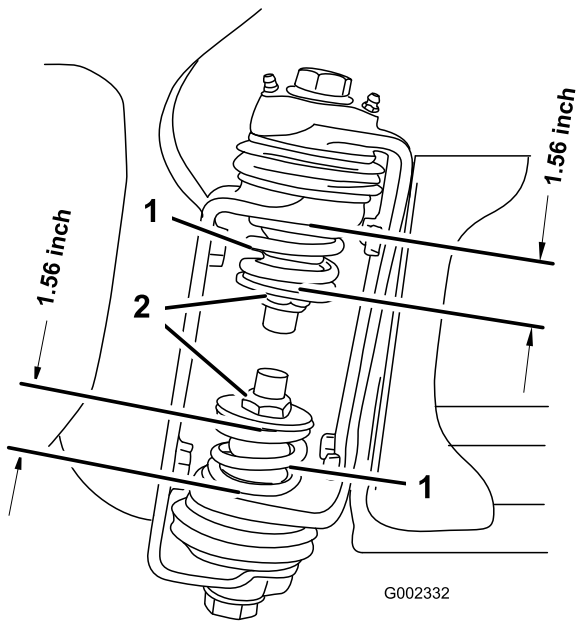

Figura 4
3. En la articulación del brazo, mida la compresión de los muelles superior e inferior, con los brazos en posición extendida (Figura 4).